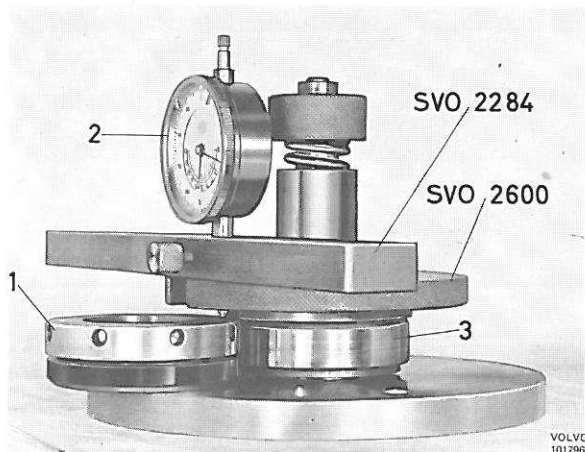
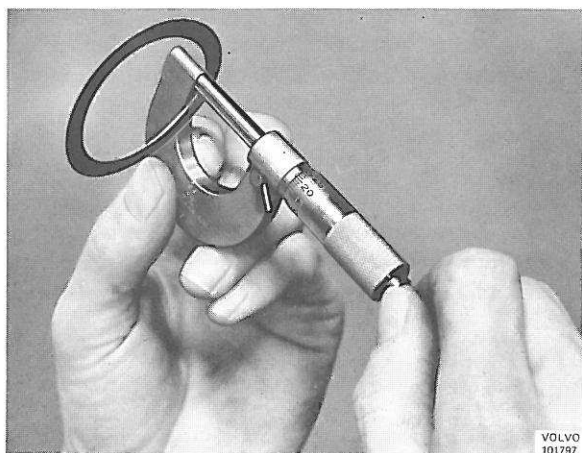

Figure 50. Détermination de l'épaisseur des cales de réglage
Figure 51. Mesure de l'épaisseur des cales de réglage
montre la figure 50. Se servir du support SVO 2284 et du comparateur, adapter la pointe de mesure du comparateur sur la bague de réglage et mettre le comparateur à zéro. Poser ensuite la pointe du comparateur sur la cuvette du roulement. Le comparateur indique alors l'épaisseur des cales de réglage qu'il faut employer. Mesurer les cales de réglage avec un micromètre, figure 51. REMARQUE: On ne peut pas toujours obtenir l'épaisseur exacte des cales de réglage. Toutefois, l'épaisseur totale des cales employées ne doit pas dépasser la valeur indiquée par le comparateur de plus de 0,03 mm, mais elle peut être de 0,05 mm plus mince.
- Le réglage du contact des dents une fois effectué, déposer le différentiel et la bague de réglage. Poser la rondelle de centrage sur le gabarit de mesurage. Mettre un roulement dans le gabarit de mesurage et monter ensuite le plateau, le ressort et l'écrou. La face plane de l'écrou doit être tournée vers le bas. Pivoter le plateau quelques fois dans les deux sens. Poser le comparateur et le support SVO 2284. Mettre le comparateur à zéro sur la bague de réglage et appuyer ensuite la pointe de mesure du comparateur sur le roulement, voir figure 50. Noter la valeur indiquée par le comparateur. Mesurer au micromètre des cales de réglage totalisant une épaisseur égale à la valeur indiquée par le comparateur +0,07 mm. Bien conserver les cales de réglage avec le roulement qui a été mesuré. Répéter les mêmes opérations sur le deuxième roulement.